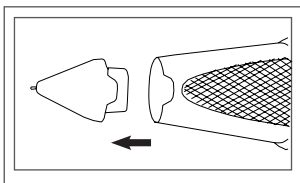

Abb. 1.07
1. Wenn der Tester ausgeschaltet ist, entfernen Sie die Magnetspitze, indem Sie vorsichtig daran ziehen, wie in **Abb. 1.07** gezeigt